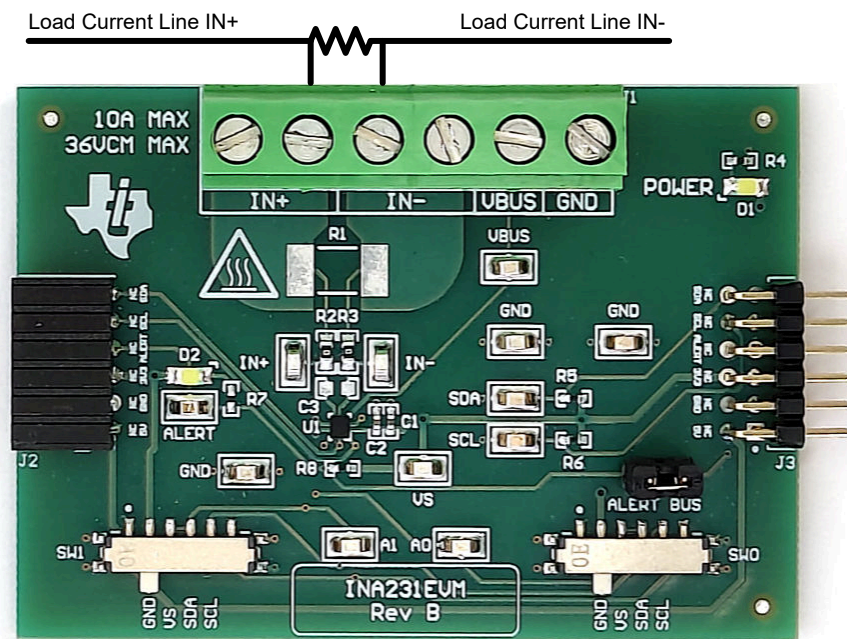
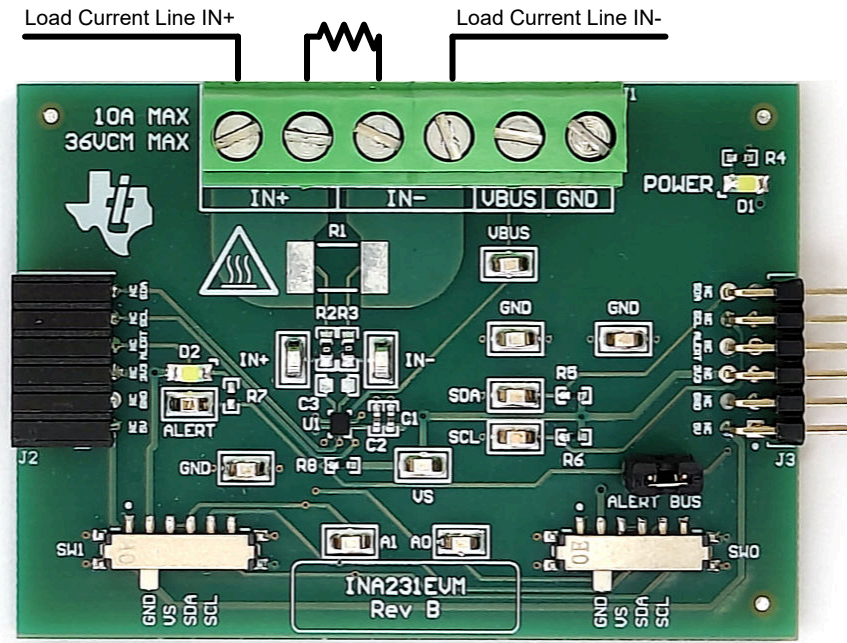

图 2-3. 电流超过 10A 时的 IN+ 和 IN- 布线
图 2-4. 10A 或更低电流时的 IN+ 和 IN- 布线
- b. 在 J1 的 IN+ 和 IN- 端子上连接外部分流器，最好贯穿引脚 4 和 5，如图 2-3 和图 2-4 所示。
- a. 测量 10A 以上的电流时，确保高电流通路不会穿过 EVM (包括端子块 J1) ，如图 2-3 所示。
- b. 将 10A 或更小电流与板载或外部分流器搭配使用时，电流路径可以穿过 EVM。图 2-4 显示了一种将多个 IN+ 和 IN- 端子与外部分流器搭配用于此用例的便捷方式。